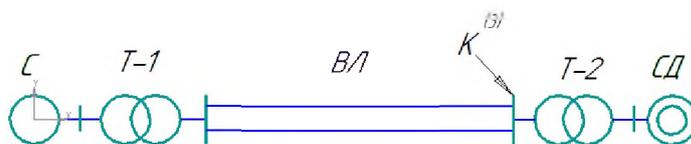

Рисунок 1. Схема электрической сети
4. Рассчитать ток 3-х фазного короткого замыкания в начальный момент времени для схемы рис. 1